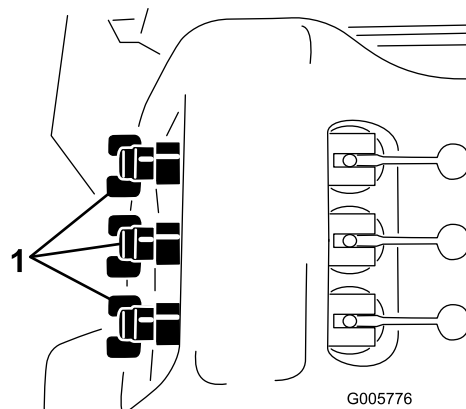

Figura 28
- Ajuste a válvula de distribuição da rampa (Figura 28) na válvula de controlo da rampa que desligou até a leitura da pressão no manómetro ser idêntica à registada no passo 9.